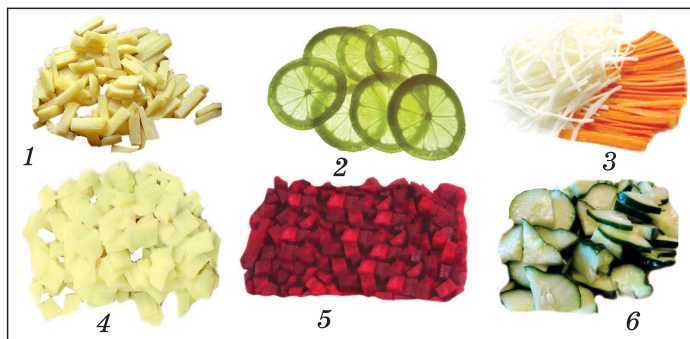

Рис. 1. *Формы нарезки овощей; 1 – брусочками, 2 – кружочками, 3 – соломкой, 4 – шашками, 5 – кубиками, 6 – дольками*
2. Нарезка овощей. Следует обратить внимание на то, что все продукты, входящие в салат, должны быть нарезаны кусочками одинакового размера. При этом все они равномерно пропитываются, а салат выглядит привлекательным и аппетитным (рис. 1)